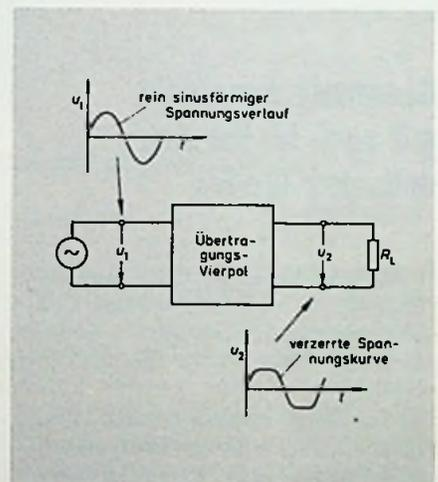

Bild 1. Hat ein Übertragungs-Vierpol eine nichtlineare Übertragungs-Charakteristik, so entstehen Oberwellen, die das Ausgangssignal verzerren
Bild 1 zeigt die Schaltung des Abstimmsystems in einem Heimgerät. Im wesentlichen besteht sie aus der PMOS-Steuerschaltung SDA 5690R, dem Speicherbaustein SDA 5650R und dem Komparator TDB 0453A nebst einer Tiefpaßschaltung. Die PMOS-Steuerschaltung erzeugt beim Stationsabruf die Abstimmspannung über eine D/A-Wandlung (Zählprinzip). Beim Stationsspeichern übernimmt der Baustein dagegen eine A/D-Wandlung der gerade wirksamen Abstimmspannung.
Der A/D-D/A-Wandler (Bild 1) besteht aus jeweils einem periodisch umlaufenden 10stufigen Zykluszäh-
Im Tuner verursachen Kapazitätsdioden einen nichtlinearen Zusammenhang zwischen Oszillatorfrequenz f_T und Abstimmspannung U_D (Bild 2a). Gleiche Spannungsstufen ΔU_D führen zu unterschiedlichen Frequenzstufen Δf , das heißt, die angepaßte Abstufung im unteren Frequenzbereich führt zu einer unnötig feinen Auflösung im oberen Frequenzbereich. Durch die im Bild 2b gezeigte Abhängigkeit der Diodenspannung U_D vom Tastverhältnis v_t , dafür sorgt die Schaltstufe aus Bild 1, kann der Durchhang der Kapazitätsdioden-Charakteristik weitgehend ausgeglichen werden. Die Ladezeitkonstante
Legt man eine rein sinusförmige Spannung als Prüfsignal an den Eingang eines Übertragungs-Vierpoles (Bild 1), so gibt die Kurvenform des Signals am Ausgang dieses Vierpoles einen Hinweis auf die Linearität der Übertragungs-Charakteristik. Ist die Kurvenform der Ausgangsspannung ebenfalls rein sinusförmig, so liegt keine Signalverfälschung vor, die Übertragungs-Charakteristik des Vierpoles ist streng linear.
ordnung zwischen der Auswirkung des nichtlinearen Verhaltens einer Schaltung nach Bild 1 und dem Eingangssignal. Das rein sinusförmige Eingangssignal stellt übertragungstechnisch gesehen das Nutzsinal dar. Bei nichtsinusförmiger also verzerrter Ausgangsspannung wäre aber nur die Grundwellenspannung das Nutzsinal am Ausgang der Übertragungsstrecke. Die in der Ausgangsspannung enthaltenen Oberschwingungen sind dagegen unerwünschte Störsignale, die wegen dem nichtlinearen Verhalten des Übertragungsvierpols erzeugt werden. Die Definition des Klirrfaktors nach Gl. (1) läßt sich dann auch so ausdrücken: